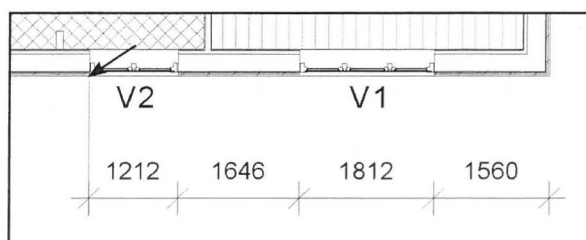

Fig. 12.08. Rediger i målkæden, ved at tilvælge eller fravælge mål.
- Fortsæt nu målkæden, eller fravælg nogle mål, ved at klikke der hvor målkæden er sat på (Fig. 12.08).